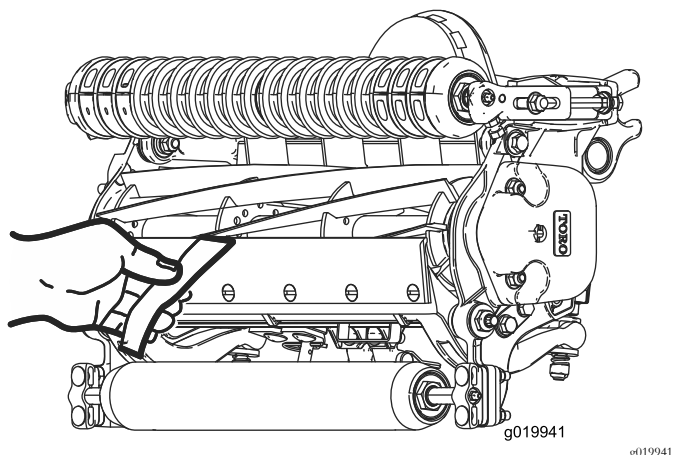

图10
10. 在滚刀与底刀间插入一长条剪切性能纸Toro 零件号 125-5610 纸要与底刀垂直检测剪切性能图10。